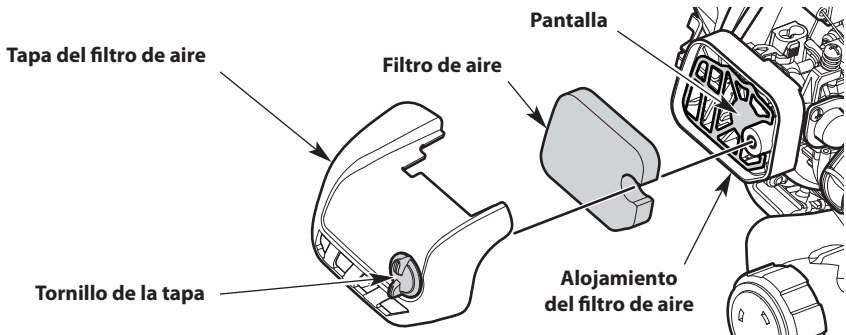

Fig. 12
1. Abra la tapa del filtro de aire para lo cual debe aflojar el tornillo de la tapa (Fig. 12).
2. Extraiga el filtro de aire de su alojamiento (Fig. 12).
6. Vuelva a instalar el filtro de aire en su alojamiento (Fig. 12).
NOTA: Asegúrese de que la pantalla de metal esté asentada en la carcasa del filtro de aire antes de reinstalar el filtro de aire (Fig. 12).